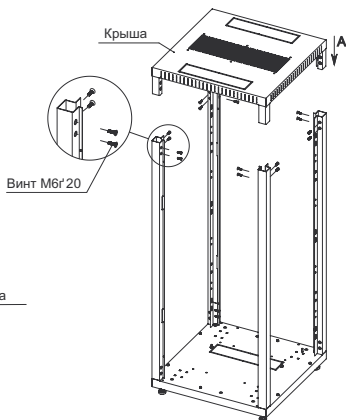

Рисунок 4 – Установка крыши
4.3.3 Вставьте в установленные на основание стойки крышу (действие А) и закрепите винтами M6f 20 с потайной головкой (рисунок 4).